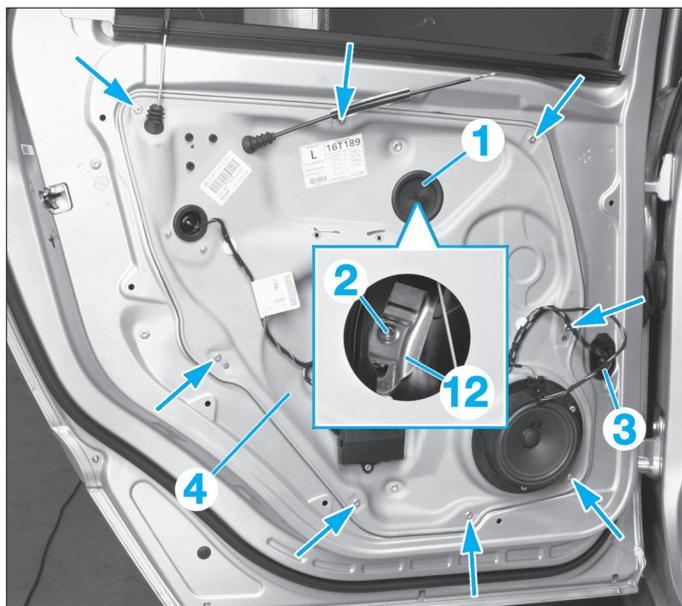

FIG. 51
- Déposer le bouchon (1) (Fig.51).
- Déposer les vis (11).
- Fraiser les rivets (flèches) (Fig.51).
- Déposer la platine-support (4) avec le mécanisme de lève-vitre.
- avant de serrer la vis (2), pousser la vitre vers l'avant jusqu'en butée dans le joint de vitre. Il faut que la vitre repose complètement dans la fixation (12) du lève-vitre (Fig.51).